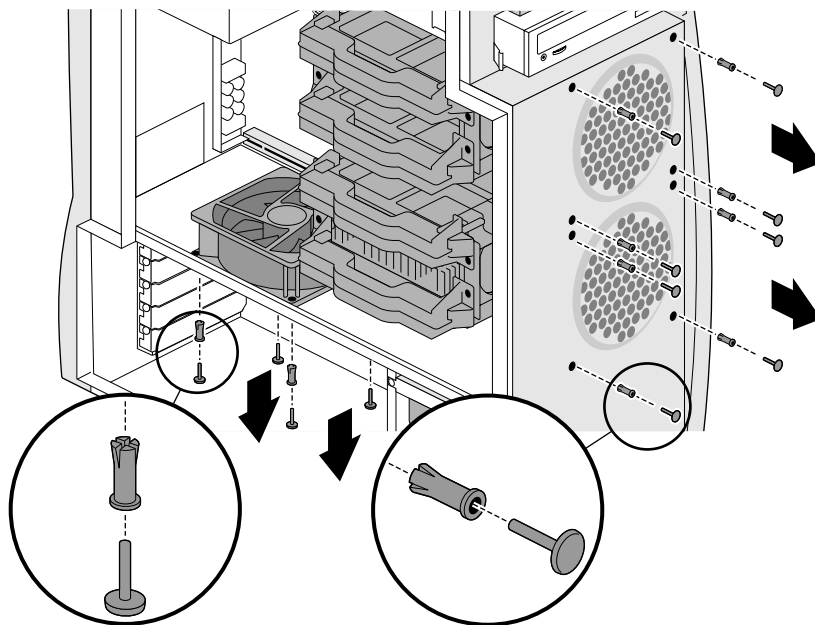

図 7-12 ファンの押しピンの取り外し
3. ファンを本体に固定している 4 つの押しピンを押し上げて引き抜きます (図 7-12)。爪や小さなマイナスのドライバを利用するとうまくはずれます。